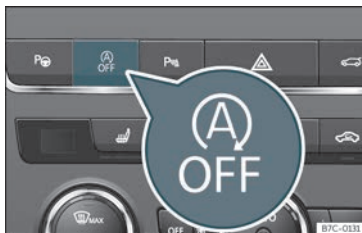

Fig. 199 Consola central: botão do sistema Start/Stop.
- Para desligar/ligar manualmente o sistema Start-Stop, pressione o botão  >>> **Fig. 199**.